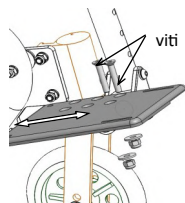

fig. 7.3: Regolazione profondità
• Regolazione profondità del poggiapiedi (fig. 7.3):